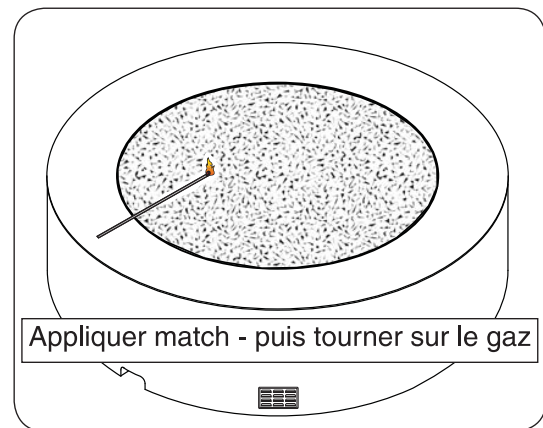

Fig. 30-1
- 3. Posez une lumineuse à longue tige match sur la surface du support de décoration à proximité de l'anneau brûleur (**ne tenez pas le match en main**) ou utiliser un briquet au butane allumée au long cou (Fig. 30-1).